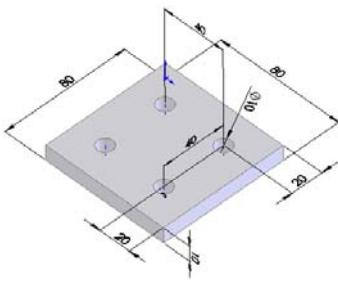

图 7-50 底座平板零件尺寸图示
【例 7-3】以图 7-50 所示的装配体为例，讲述镜像零件的操作步骤。
**02** 插入“底座平板”文件。在弹出的“开始装配体”属性管理器中，单击“浏览”按钮，插入已绘制的名为“底座”文件，并调节视图中零件的方向，圆盘零件的尺寸如图 7-50 所示。